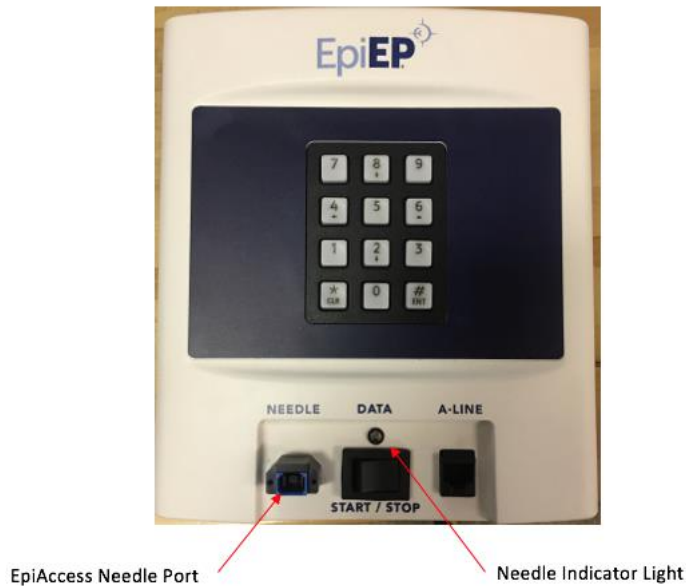

Figura 3 - A0005 Unità di controllo EpiAccess
3. Quando si usa l'unità di controllo A0005 EpiAccess Control Unit, seguire le istruzioni indicate di seguito sotto la figura 3.